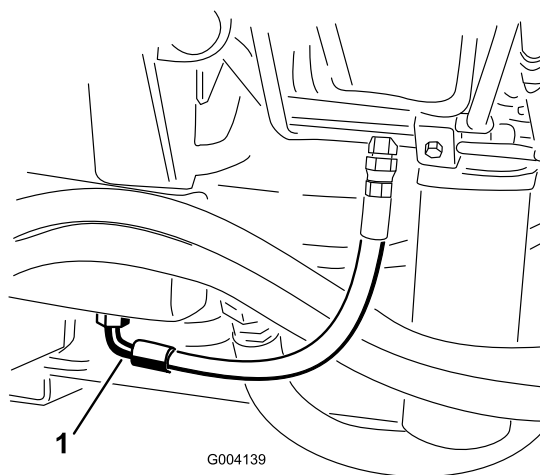

Рисунок 69
2. Установите большой сливной поддон под шланг, расположенный в нижней части бака с гидравлической жидкостью (Рисунок 69).